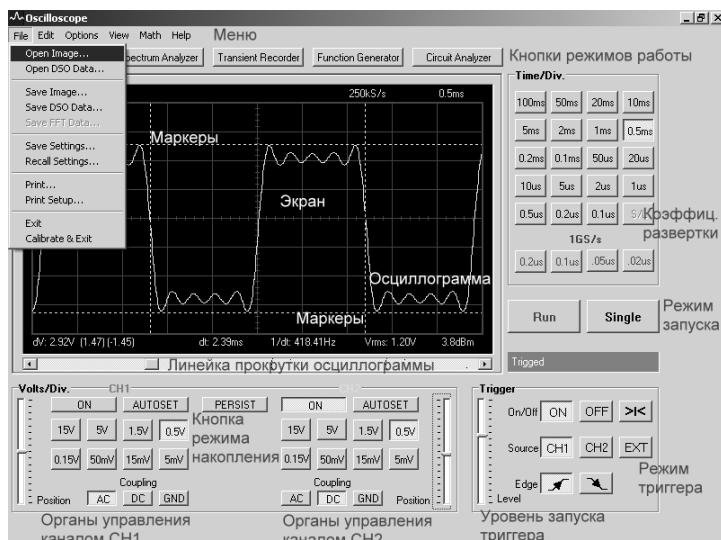

Рис. 6.1. Внешний вид окна лаборатории PC-Lab 2000 (версия 1.38-2004 г.).
Ниже представлено описание последней версии 1.38 лаборатории PC-Lab, появившейся в конце 2004 года. Внешний вид окна лаборатории, развернутого во весь экран дисплея компьютера, представлен на рис. 6.1. Жирными надписями поясняется место расположения основных органов управления и важнейших функциональных частей лаборатории. Отметим их назначение:
- меню — основное меню лаборатории с открывающимися позициями (на рис. 6.1 открыта позиция File);
Как всякая программная система, виртуальная лаборатория PC-Lab 2000 имеет стандартное меню (рис. 6.1) с рядом позиций:
Каждая позиция меню открывается указанием на нее курсором мыши и щелчком левой клавиши мыши (см. рис. 6.1 с открытой позицией File). При этом становится возможным исполнение относящихся к ней команд. Меню PC-Lab 2000 является контекстно-зависимым. Проявляется это в отсутствии позиции Math в меню режима регистрации и частотного анализа схем.
Виртуальная лаборатория PC-Lab 2000 обменивается данными с компьютером через файлы. Для этого она позволяет создавать и считывать файлы ряда характерных для нее форматов. Основные файловые операции PC-Lab 2000 сосредоточены в позиции File меню. Она содержит следующие команды (см. рис. 6.1, где эта позиция открыта):